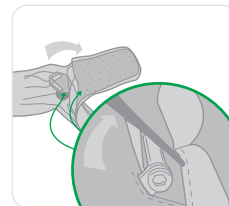

Abbildung 9
- Reißverschluss auf der Rückseite des Rucksacks öffnen und Gurtverbindung auf Anzeichen von Beschädigung, Verbiegung, Korrosion oder Rissen überprüfen. Sicherstellen, dass der Befestigungsbolzen sicher befestigt ist (siehe Abbildung 9). Bei offensichtlicher Beschädigung nicht verwenden. Nehmen Sie das MSA PRD außer Betrieb und schicken Sie es an MSA zurück.